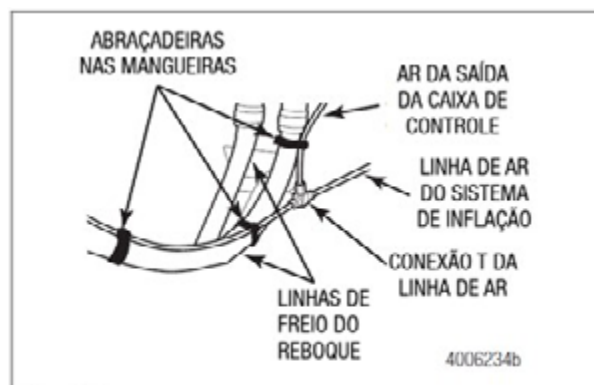

Figura 2.64
2. Instale uma mangueira de ar da porta-saída da caixa de controle até uma conexão em "T" da mangueira de ar. Suspenda a conexão em "T" para longe das linhas de freio do reboque, protegendo-as de danos. Figura 2.64. Aperte as conexões da mangueira de ar manualmente e, em seguida, use uma chave de 14,0 mm (9/16 de polegada) para apertá-las aproximadamente uma volta adicional, obtendo uma vedação hermética.